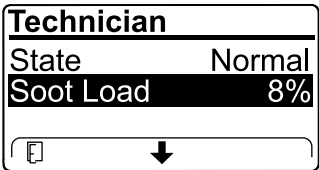

Figura 28
- Verificate il carico di fuliggine misurato come percentuale di fuliggine nel FAP (Figura 28); fate riferimento alla tabella del carico di fuliggine.